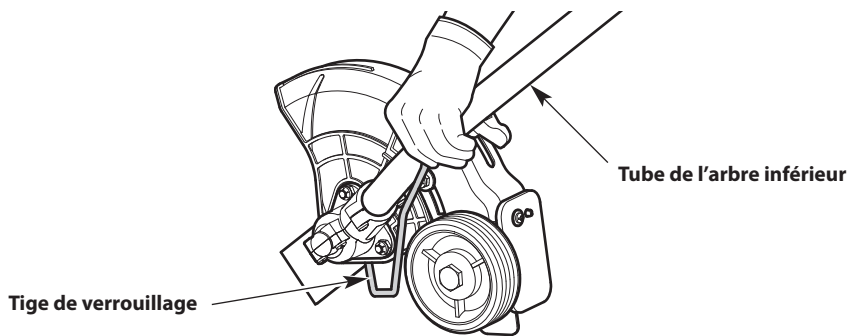

Fig. 8
2. Gardez la tige de verrouillage en place en la maintenant près du boîtier de l'arbre inférieur (Fig. 8).
5. Gardez la tige de verrouillage en place en la maintenant près du boîtier de l'arbre (Fig. 8).